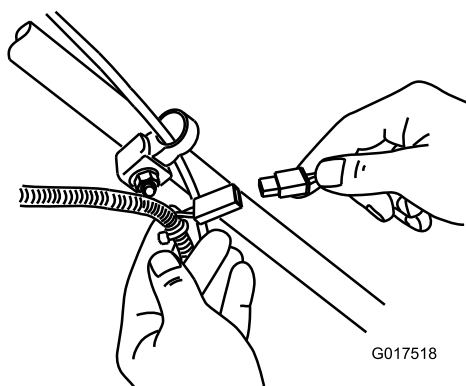

Figure 32
1. Branchez le chargeur au faisceau de câblage situé sous la clé de contact (Figure 32).